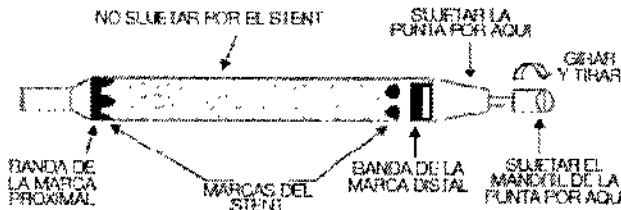

Figura 2: Extracción del mandril de la punta
1. Sujetando el mandril de la punta en posición, inyectar solución salina en la luz a través del adaptador luer proximal, situado en el extremo de la carcasa. Lavar hasta que se observe que sale líquido por el extremo de la vaina cercano al extremo distal del stent. Sujetar la punta distal del sistema dispensador como se indica en la figura 2. **NO SUJETAR POR EL STENT.**